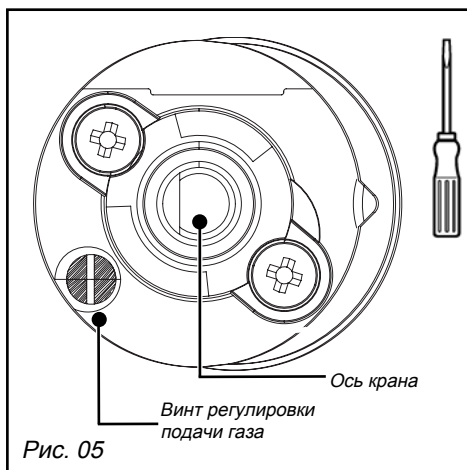

Рис. 05
- С помощью маленькой плоской отвёртки **закрутите до упора винт из жёлтой меди**, регулирующий подачу газа (рис. 05) **по часовой стрелке.**
- С помощью маленькой плоской отвёртки **раскрутите винт из жёлтой меди**, регулирующий подачу газа (рис. 05), **сделав 2 оборота против часовой стрелки.**